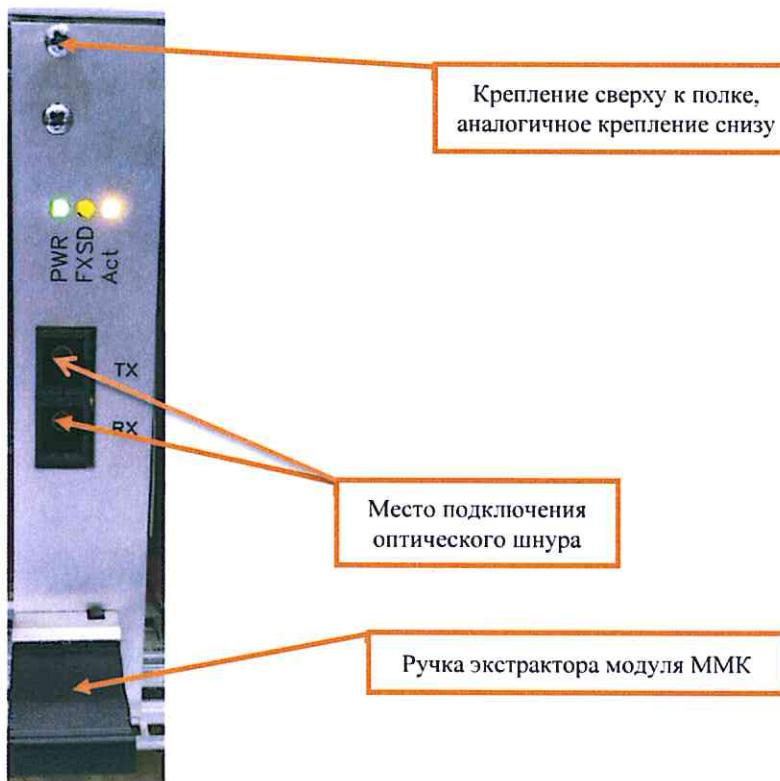

Рисунок 23. Место подключения оптического шнуря.
7.6.3 Отсоединить оптические шнуры, подключенные к заменяемому модулю ММК (Рисунок 23).
7.6.4 Отвернуть крестовой отверткой невыпадающие винты крепления в верхней и нижней части лицевой панели модуля ММК (Рисунок 23).
7.6.5 Нажать на ручку экстрактора модуля ММК (Рисунок 23).